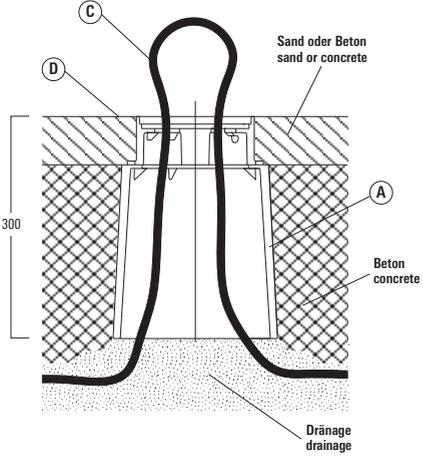

Abb. 2
- 5) Je nach gewünschter Ausrichtung der Leuchte ist der rot markierte Steg **E** des Einbautopfes entsprechend zu positionieren. Der rot markierte Steg **E** gibt die spätere Lichtaustrittsrichtung **N** an (s. **Abb. 2**). Werden Leuchten mit zwei Lichtaustritten eingesetzt, so ist der zweite Lichtaustritt um 180° versetzt angeordnet.
- 11) Setzen Sie die Leuchte in den Einbautopf ein, so dass die Kabelverschraubung **I** der Leuchte und die Ausparung **M** des Einbautopfes (s. **Abb. 2**) in eine Richtung zeigen. Stecken Sie die Montagehebel **J** in die seitlichen Bohrungen des Leuchtenkopfes **F** (s. **Abb. 3**) und arretieren Sie die Leuchte durch Drehen um ca. 20° in Uhrzeigersinn.
- 10) Setzen Sie die Leuchte in den Einbautopf ein, so dass die Kabelverschraubung **I** der Leuchte und die Aussparung **M** des Einbautopfes (s. **Abb. 2**) in eine Richtung zeigen. Stecken Sie die Montageheber **J** in die seitlichen Bohrungen des Leuchtenkopfes **F** (s. **Abb. 3**) und arretieren Sie die Leuchte durch Drehen um ca. 20° im Uhrzeigersinn.